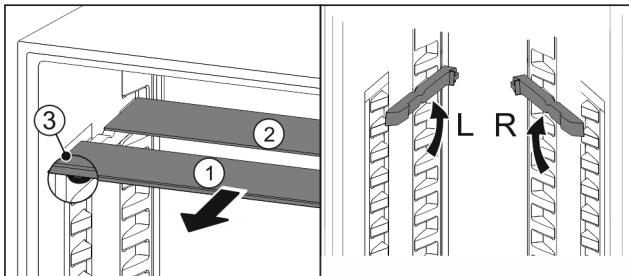

Fig. 60
- ▶ Steklene plošče posamično izvlecite Fig. 60 (1) naprej.
- ▷ Steklena plošča Fig. 60 (1) z okrasno letvijo je spredaj.
- ▷ Zaustavljalniki Fig. 60 (3) so obrnjeni navzdol.